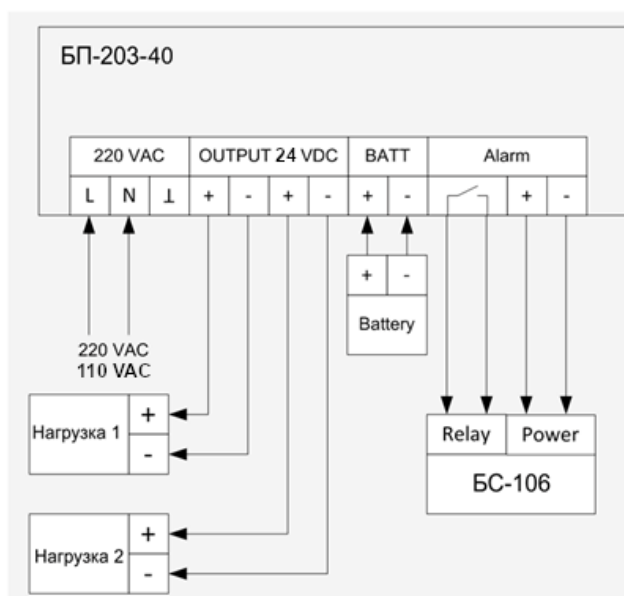

Рисунок 2 – Схема подключения изделия
1.3.2 На клеммы изделия подводится питание от резервных источников питания или АКБ для обеспечения безотказной работы оборудования, подключенного к изделию, см. рисунок 2.